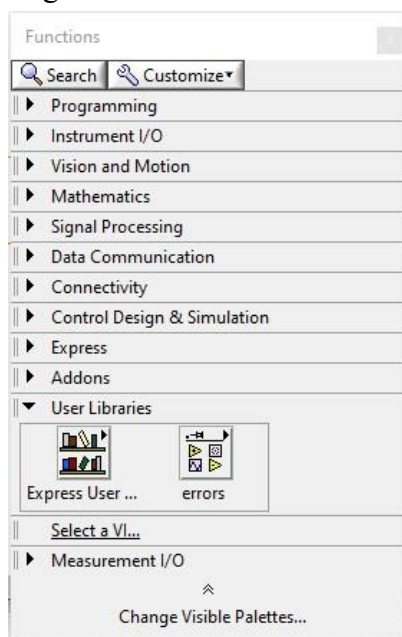

Fig.2.20. Butonul **Select a VI**
- se folosește butonul **Select a VI** din paleta **Functions**, ceea ce are ca rezultat deschiderea unei casete de dialog de tip **Open File**, care deschide automat directorul **My Documents** (sau alt director în care s-au salvat). În această casetă se navighează până la aplicația care se dorește a fi inserată (fig.2.20);